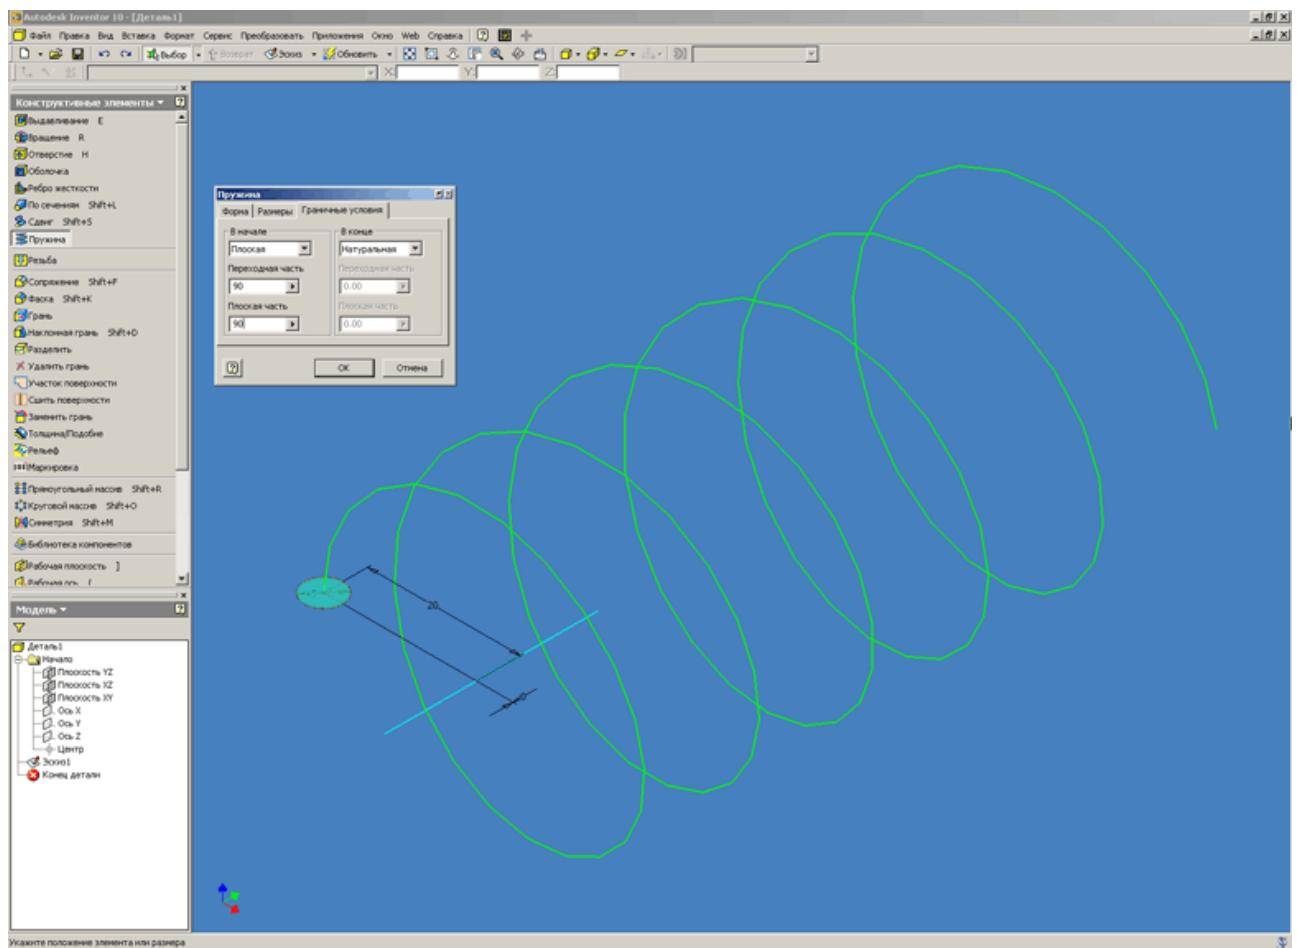

Рис. 4
4. В закладке «Границочные условия» устанавливаются параметры построения начала и конца пружины: Плоская (Пружина плоская на одном или обоих концах, которая может вертикально стоять на плоской поверхности); Натуральная (Концы пружины не имеют переходной части). (см. Рисунок 4).